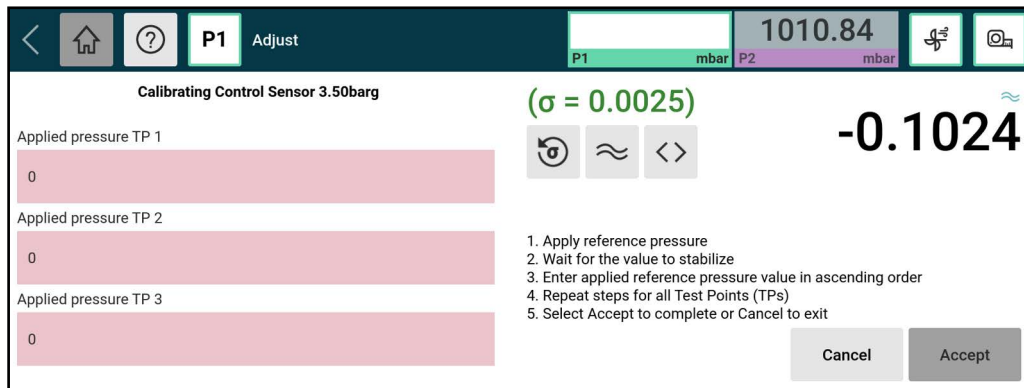

Figura A-10: Pantalla de ajuste de sensor
- **Ajuste** : abre la **pantalla de Ajustar** para el sensor seleccionado. Vea la Figura A-10.
Figura A-10 muestra la pantalla de ajuste del sensor **que usas para calibrar los sensores de presión. Para encontrar esta pantalla, selecciona el icono de Configuración** , luego **Calibración** e introduce el PIN de calibración, después selecciona **Corrección** del sensor y selecciona el sensor a calibrar. Por último, selecciona **Ajustar**.